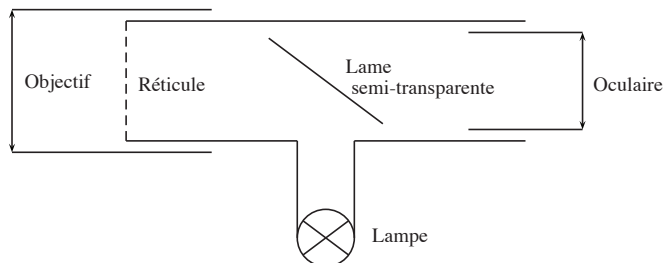

FIGURE 3 – Structure de la lunette autocollimatrice
- ① Allumer la petite lampe de la lunette (voir figure 3) ;
- ② orienter le réticule ( $R$ ) de manière à ce qu'un des fils soit vertical ;
- ③ régler l'oculaire pour voir nettement ( $R$ ) à l'infini. Ce réglage est personnel, on peut le modifier par la suite. Souvent l'observateur fait un mauvais réglage qui amène l'image à son *punctum proximum*, ce qui oblige l'œil à accommoder et le fatigue. Il est préférable d'éloigner l'oculaire du corps de la lunette pour dépasser la position rendant l'image nette, puis de le rapprocher pour retrouver la netteté. L'image est alors au voisinage du *punctum remotum* (l'infini pour un œil sans défaut, appelé *emmétrope*).